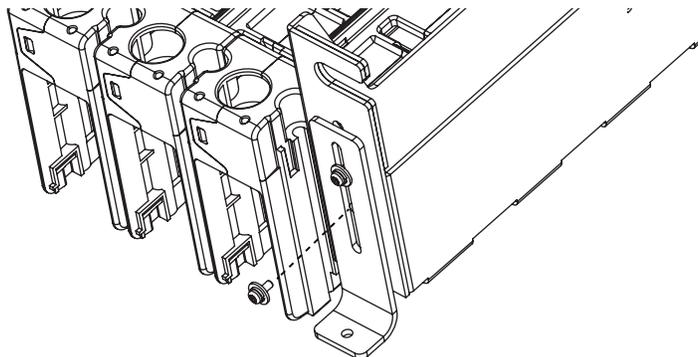

Fig. 1-4. Montar el soporte al marco del mecanismo.
Paso 4. Monte el soporte al marco del mecanismo usando los dos tornillos 6-32, Phillips, con arandelas 6-32 y arandelas de seguridad 6-32, y apriete a mano (vea la Fig. 1-4).